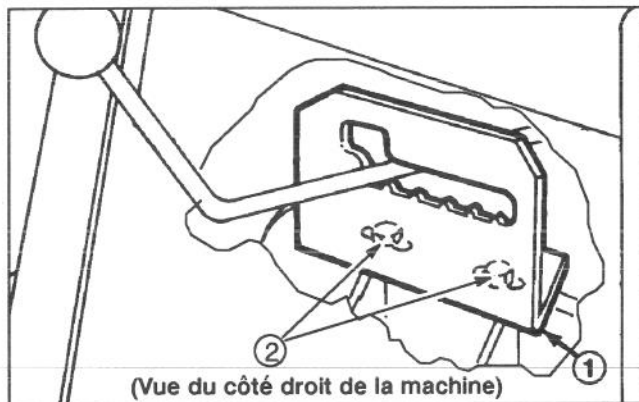

Figure 31
2. Desserrer (2) les boulons à tête qui retiennent le guide de changement de vitesse sur la transmission (Fig. 31).